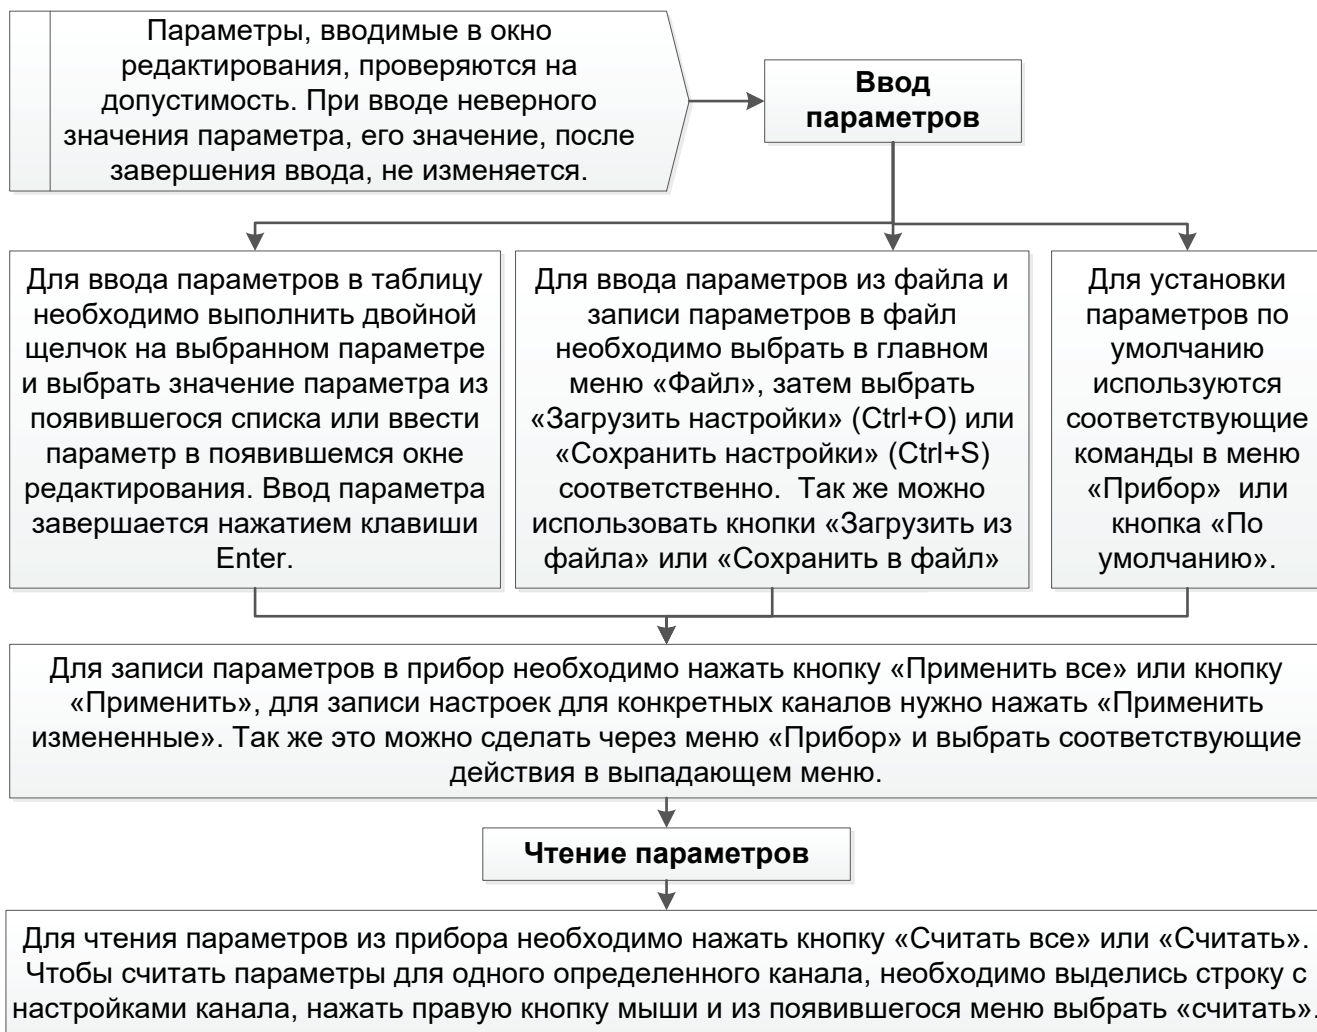

Рисунок 8.2
8.4 Ввод и чтение параметров осуществляются согласно схеме (см. рисунок 8.2).